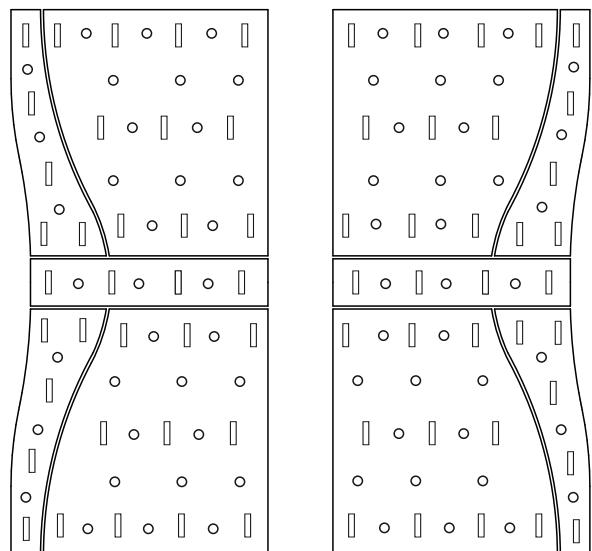

Рис. 11
13. Далее следует удалить защитные материалы со стекол и зеркал, перевернуть их тыльной стороной вверх и уложить на ровную тканевую поверхность. Протереть пыль (желательно обезжирить поверхность спиртосодержащей жидкостью) и наклеить 2-х сторонний скотч из комплекта фурнитуры согласно рис.11. Для дополнительной фиксации зеркал рекомендуется воспользоваться kleem «Жидкие гвозди» (не входит в комплект изделия).